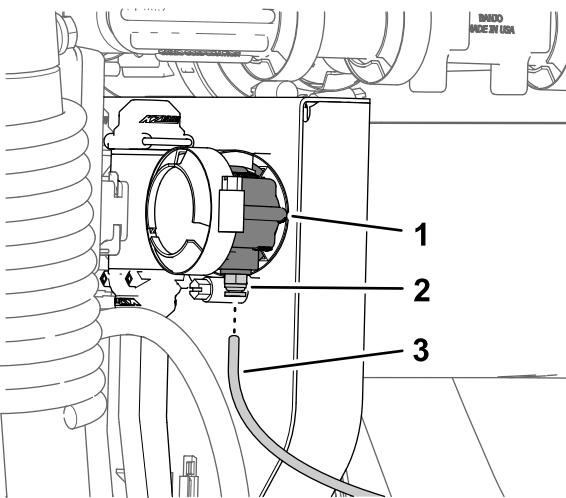

Рисунок 120
- Подсоедините конец трубы датчика давления (пластиковой) для манометра на приборной панели к запорному кольцу соединительной муфты трубы (Рисунок 120).
2. Вставьте трубку датчика давления в запорное кольцо до полной посадки трубы (Рисунок 120).